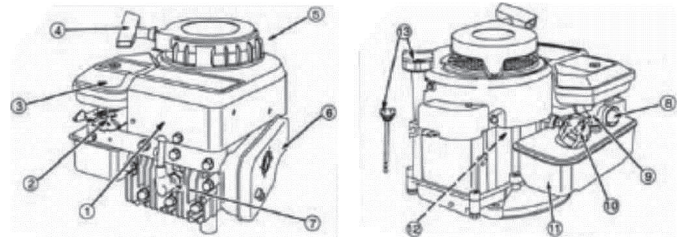

Рис. 3
Основные части двигателя (Рис. 3)
Основным элементом газонокосилки является 4-х тактный двигатель внутреннего сгорания (Рис. 3), с вертикальной осью коленвала и его основные части: (2) - рычаг дросселя; (3) - фильтр воздушный; (4) - стартер ручной; (5) - защитный кожух; (6) - глушитель; (7) - свеча зажигания; (8) - кнопка топливного насоса; (9) - карбюратор; (10) - пробка бензобака; (11) - бензобак; (12) - корпус двигателя; (13) - маслонилившая горловина.